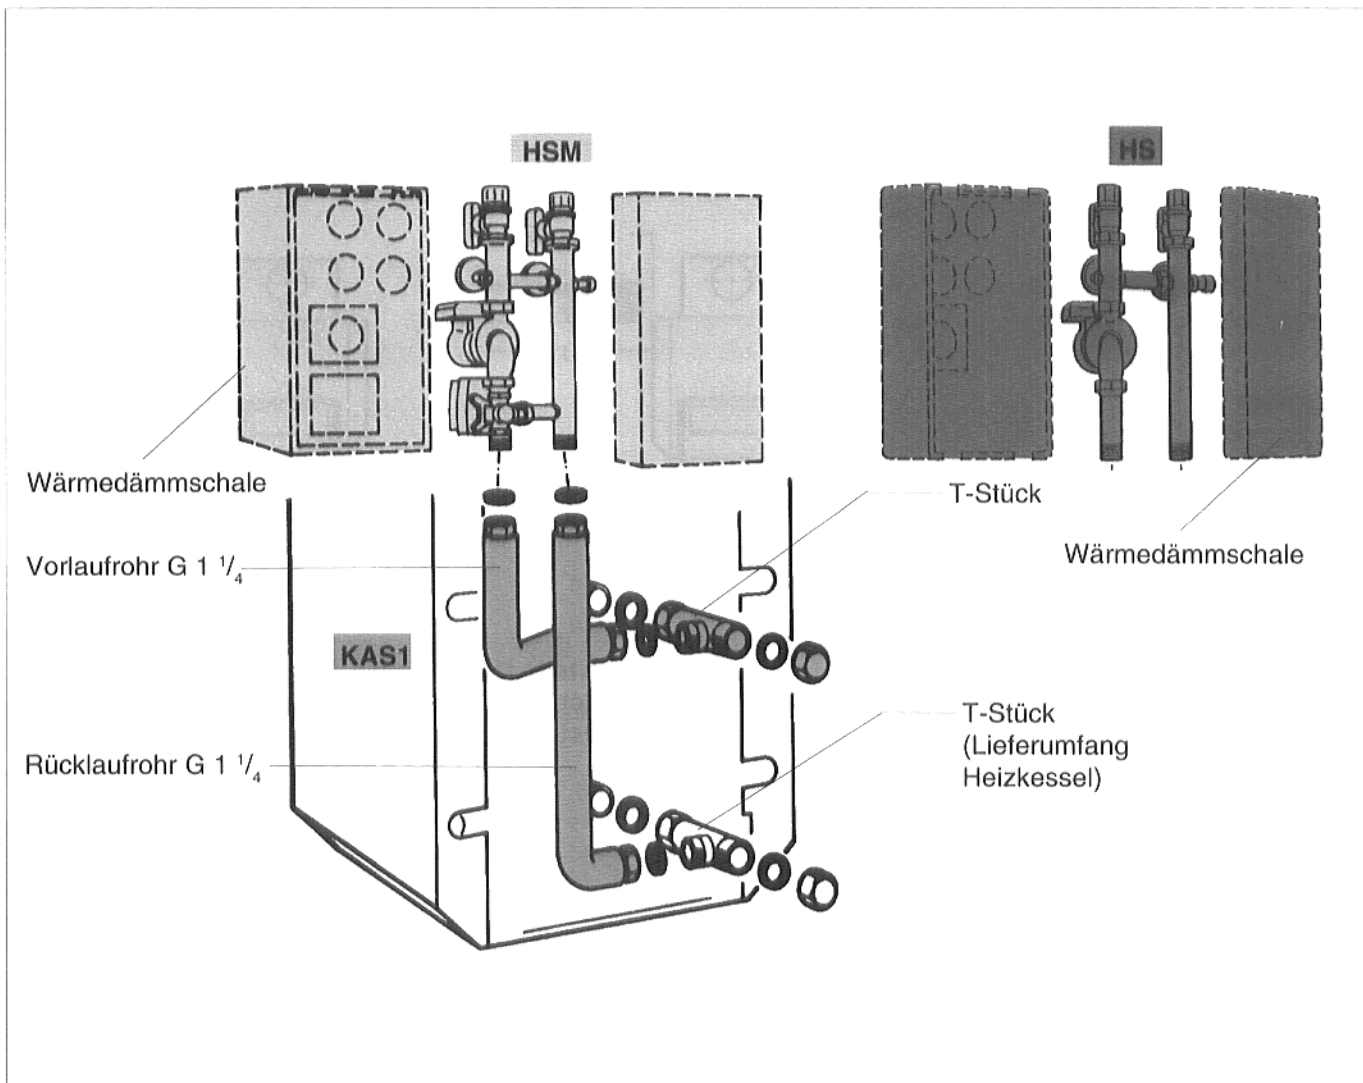

Abb. 2 Seitlich Rechtsanbau; Kessel-Anschluß-Set mit KAS 1, Heizkreisset mit / ohne Mischer am Heizkessel G124 X
- Dichtung in die Überwurfmutter des T-Stückes einlegen und auf den Rohrstutzen des Kesselvorlaufes aufschrauben (Abb. 2).
- Vorlaufrohr mit dem gebogenen Schenkel auf den seitlichen Abgang des T-Stückes am Kesselvorlauf anschrauben (Abb. 2).
- Dichtung in die Überwurfmutter des T-Stückes einlegen und auf den Rohrstutzen des Kesselrücklaufes aufschrauben (Abb. 2).
- Rücklaufrohr mit dem kurzen Schenkel auf den seitlichen Abgang des T-Stückes am Kesselrücklauf anschrauben (Abb. 2).
- Heizkreis-Set HS oder HSM auf das Vor- und Rücklaufrohr aufsetzen und mit diesen verschrauben (Abb. 2).